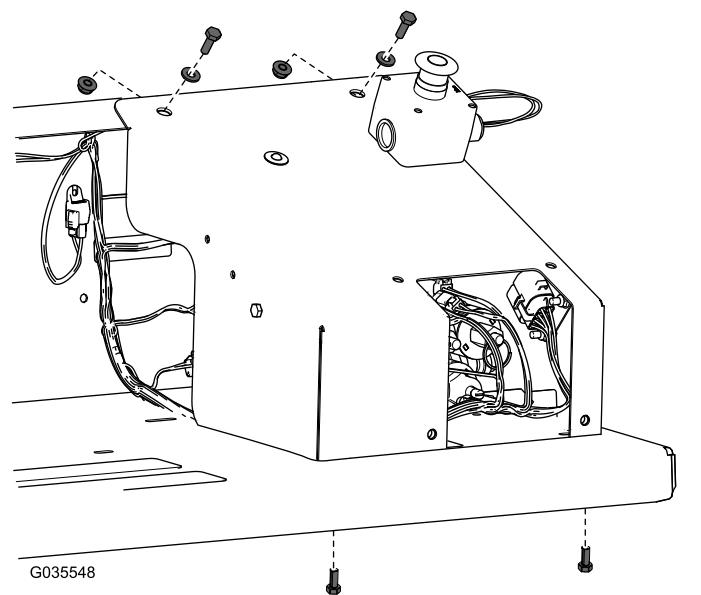

Figura 20
11. Prenda a cobertura à proteção do para-choques com os parafusos, anilhas e porcas adequados (Figura 20).